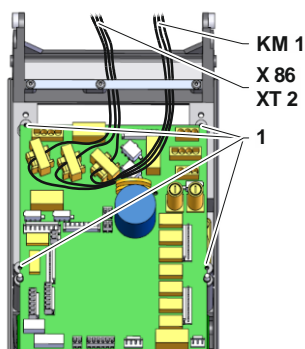

Fig. 8: Face rabattue
- Installer le GIF-51 (A 4) et le fixer au moyen des vis (marquage 1 → Fig. 8).